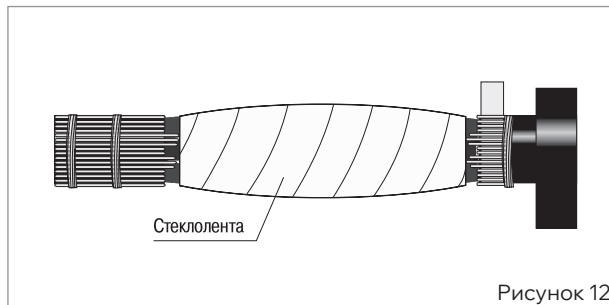

Рисунок 12
■ Произвести стягивающую намотку стеклоленты на жилы кабелей с 50%-ным перекрытием при одновременном сжатии жил друг с другом (рис. 12).